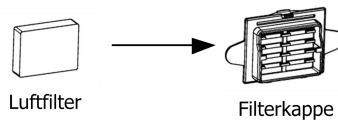

Abb. 12-1
(1) Befestigen Sie den Luftfilter an der Filterkappe, wie in Abb. 12-1 dargestellt.